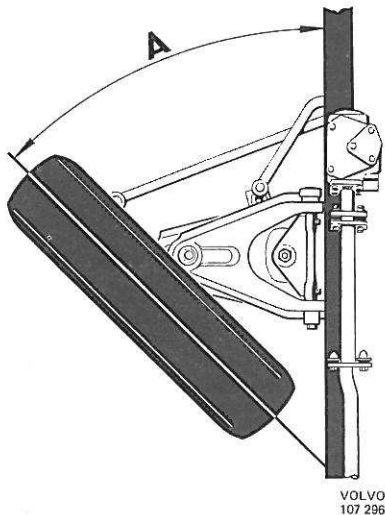

Figure 11. Réglage du braquage maxi des roues avant
1. Tourner la roue gauche vers l'extérieur (virage à gauche) jusqu'à la butée. Vérifier l'angle de braquage en se référant à la figure 11. Si nécessaire, régler cet angle à la valeur requise avec la vis de butée.